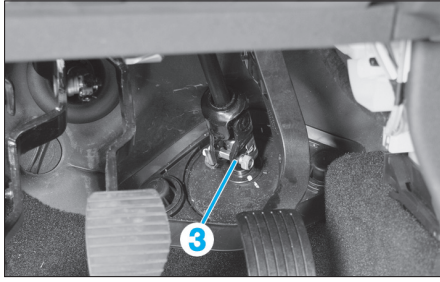

Fig. 15
- Déposer la vis (3) (Fig.15).